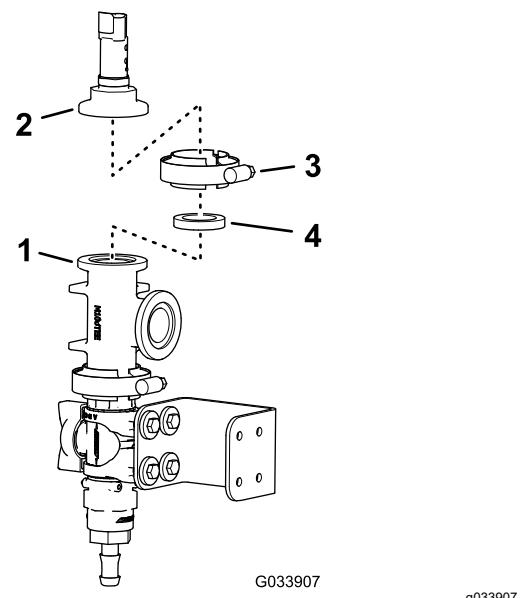

図 30
6. 図 30 のように、水圧トランスデューサのフランジを、T字フィッティングのフランジに合わせる。
7. ガスケットとフランジ付きクランプ使って、水圧トランスデューサをT字フィッティングに組み付け、クランプを手締めする図 30。